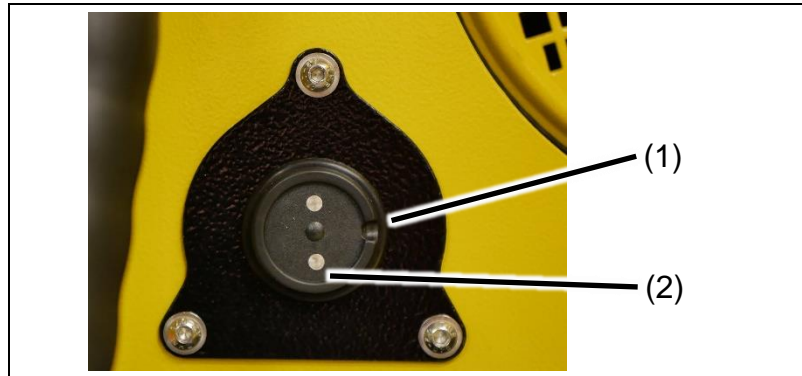

Abb. 5-9: MagCode-Ladestrom-Steckdose
1. MagCode-Stecker der externen Ladeeinrichtung (z. B. Batterieladegerät) anhand der Arretierung (Abb. 5-9-(1)) ausrichten.
2. Stecker auf die MagCode-Steckdose (Abb. 5-9-(2)) aufsetzen.